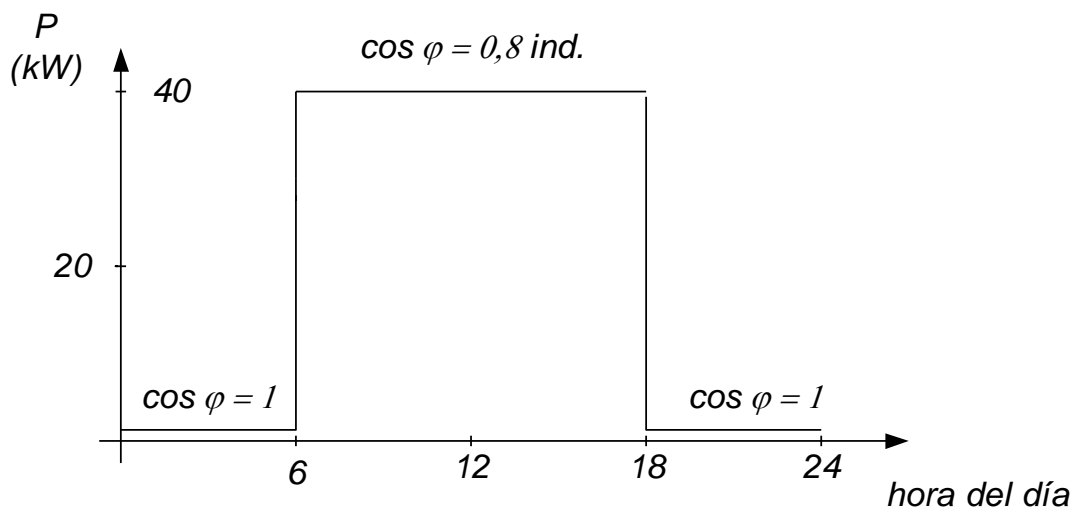

Figura 1: Esquema de variación en el tiempo de las cargas del problema 3.7
a) Se debe diseñar el sistema de medición de energía para un pequeño establecimiento industrial, alimentado por un sistema trifásico de 3 x 380/220 V, cuya carga está representada por consumos trifásicos equilibrados, que responden al esquema horario mostrado en la figura 1.